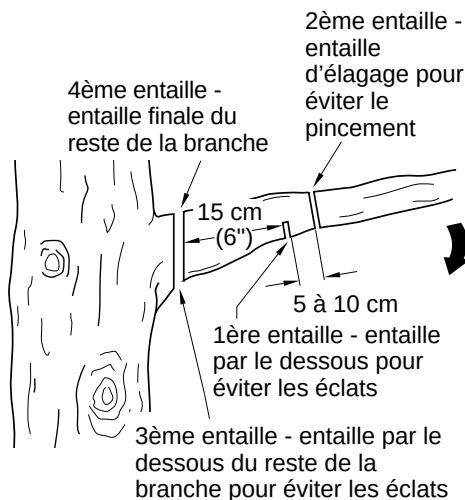

Figure 10 - Coupe d'une branche
1. Faire la première entaille à 15 cm (6 po) du tronc, sur le dessous de la branche. Utiliser le haut de la lame-guide pour faire cette entaille. Couper sur 1/3 du diamètre de la branche. (Voir la figure 10, page 10.)